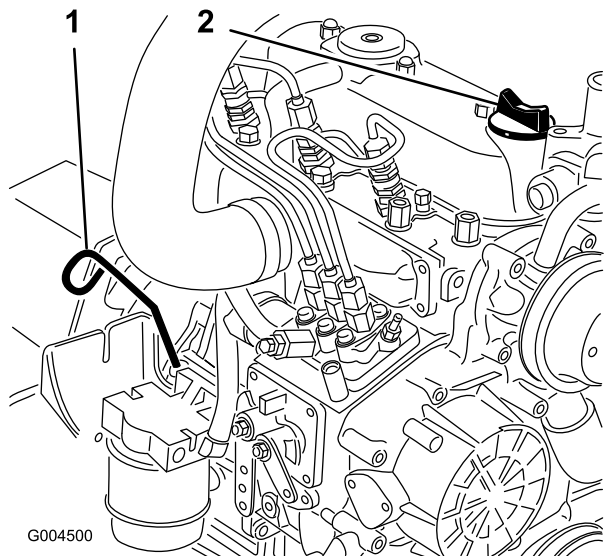

Figura 42
3. Retire a vareta (Figura 42), limpe-a e volte a colocá-la. Retire a vareta e verifique o nível de óleo.
4. Se o nível de óleo se encontrar abaixo da marca Full (Cheio) da vareta, retire a tampa de enchimento (Figura 42) e adicione óleo até que o nível atinja a marca Full.